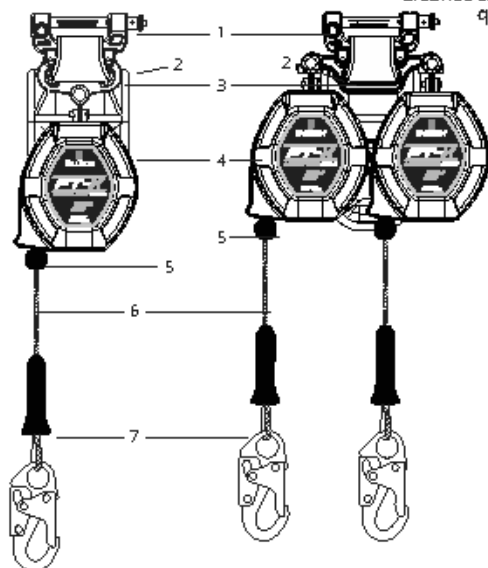

Figura 2: Acerca del FT-X Cable Class 2 Leading Edge SRL-P
Como se muestra en la Figura 2 a continuación, el FT-X Cable tiene una carcasa de nailon que contiene una cuerda de salvamento de alambre galvanizada (cable) enrollada alrededor en un tambor tensado por resorte. La cuerda de salvamento FT-X Cable está equipada con un tope de cuerda de salvamento y un conector de extremo de pierna. Cuando el usuario está conectado, la cuerda de salvamento se extiende y se retrae con el movimiento del usuario, manteniendo automáticamente la tensión en la cuerda de salvamento. Si se produce una caída, se activa un sistema de trinquete centrífugo que detiene el desenrollamiento de la cuerda de salvamento. En caso de caída, el conector SRL-FBH se separará del conector de corte y el atenuador de energía integral (EA) se desplegará, reduciendo gradualmente la velocidad y deteniendo la caída.